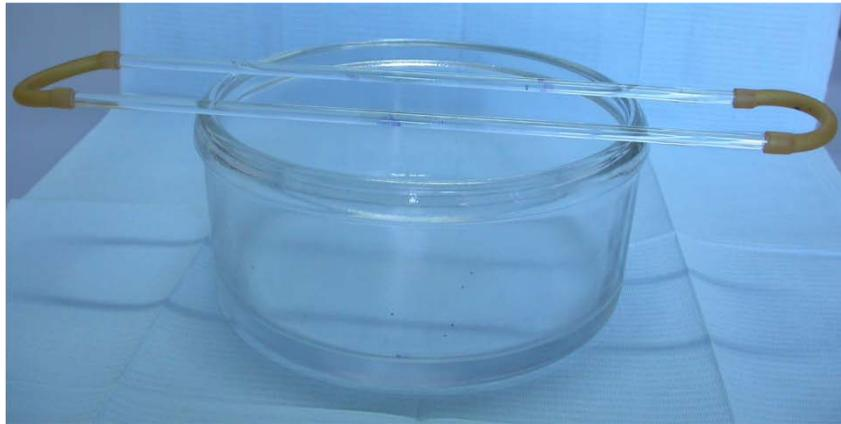

Figura 3. Cubeta de tinción.
**Cubeta de tinción.** Consta de un cristalizador, que es un recipiente de vidrio que recoge los colorantes usados en la tinción, y de un puente formado por dos varillas de vidrio sobre las que se coloca el portaobjetos con la muestra que se va a teñir (preparación) (Figura 3).